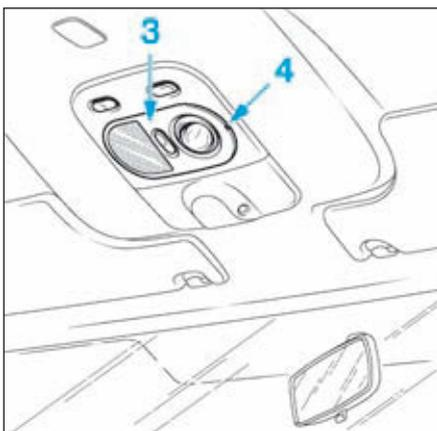

FIG.44
- Déclipper le cache du plafonnier (3) (Fig.44) en insérant un tournevis plat dans l'encoche (4).